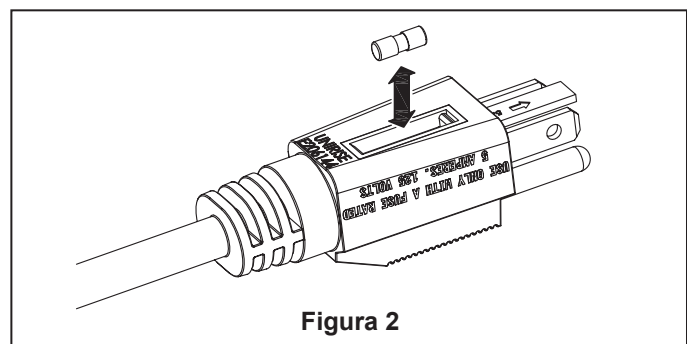

Figura 2
3. Extraiga el fusible con cuidado. (Figura 2).